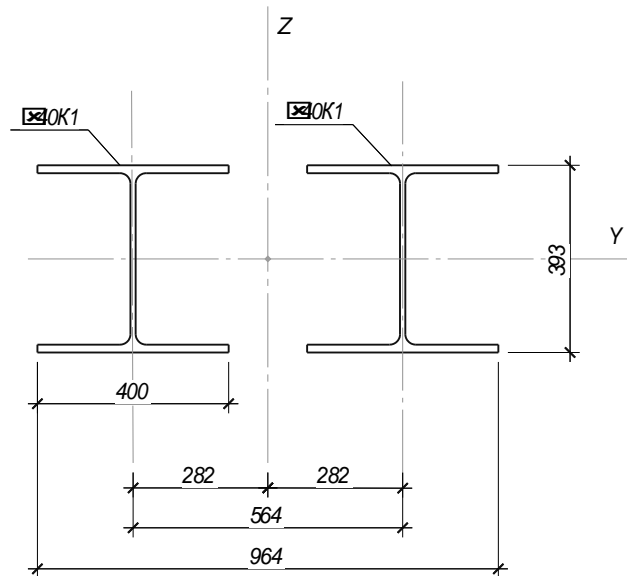

Рис. 19 Поперечное сечение нижней части колонны
1. Нижняя часть колонны – два колонных двутавра (см. рис.19). Ось Y лежит в плоскости рамы.
Для рассматриваемой рамы оси нижней части колонн должны быть смещены внутрь здания на величину расстояния между центрами тяжести поперечных сечений верхней и нижней части колонны (см рис. 19, 20). При этом считается, что левая сторона поперечных сечений верхней и нижней части левой колонны (для правой колонны - правая) лежат в одной плоскости.